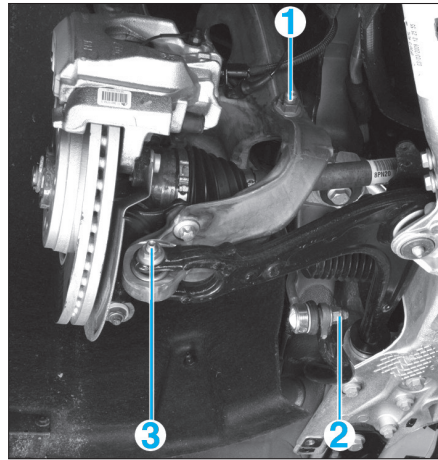

Fig. 6
- l'écrou supérieur (1) de biellette de barre stabilisatrice (axe commun à la fixation inférieure de l'élément de suspension) (Fig.6),
- l'écrou inférieur (2) de la biellette de barre stabilisatrice,
- la vis de fixation (3) du triangle inférieur,